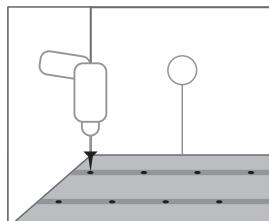

Рис.3
5. Закрепите на полу отрезки монтажной ленты (Рис. 3).